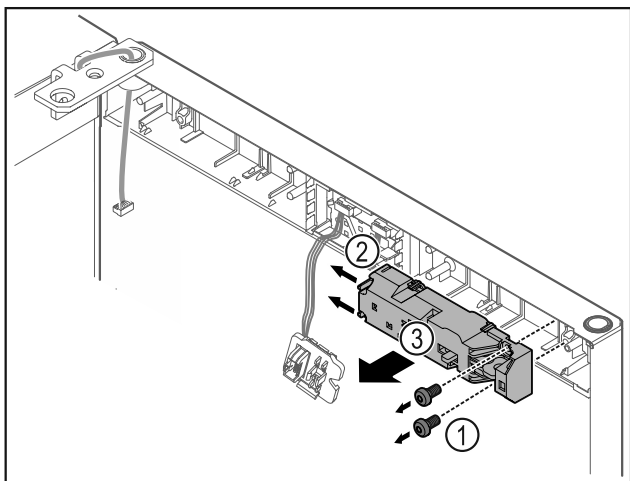

Fig. 17
- ▶ Fjern Fig. 17 (1) skruerne.
- ▶ Tryk låsetapperne Fig. 17 (2) til siden, og tag fjernlåsen Fig. 17 (3) af.